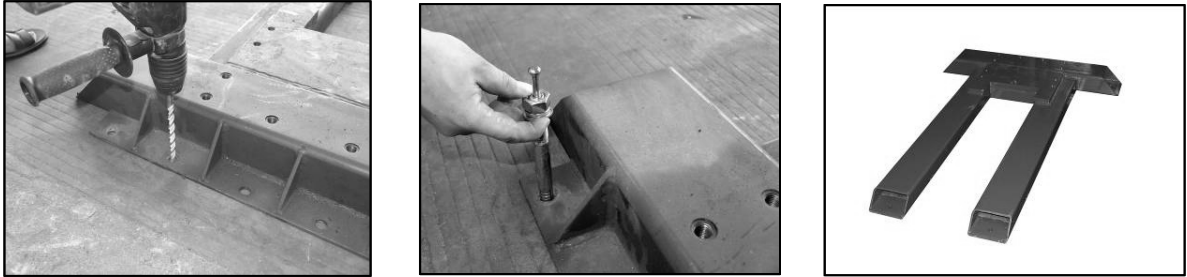

Figure : 3-A, B, C Ancrage de la plaque de base
- 2) La première chose à faire est de poser la plaque de base. Posez-la sur le sol du garage, le plus près possible de sa position définitive. Une fois la plaque de base correctement posée, vous devez l'ancrer dans le sol. Ou elle peut être ancrée une fois que tout est terminé. (Fig. 3-A, B, C)